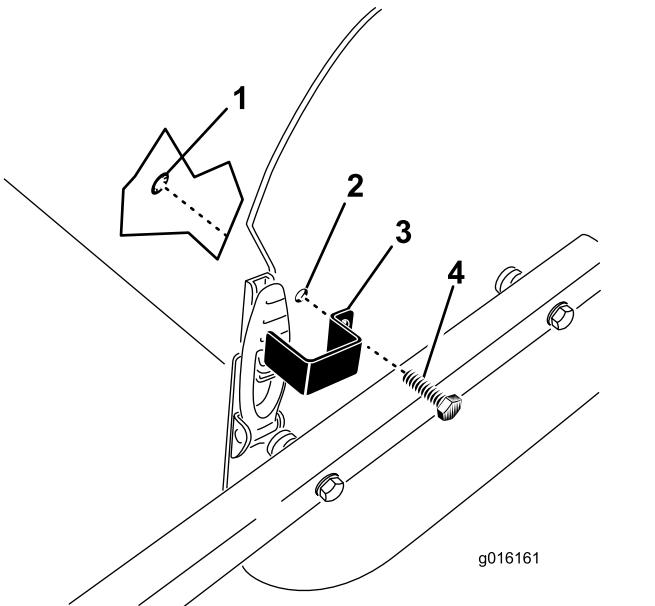

Bild 36
1. Positionieren Sie die Halteplatte über den Motorhaubenriegel und fluchten Sie gleichzeitig das Befestigungslöch mit dem Loch in der Seitenplatte aus (Bild 36).
2. Befestigen Sie die Halteplatte mit einer Gewindeschraube und einem Haltering an der Seitenplatte (Bild 36).